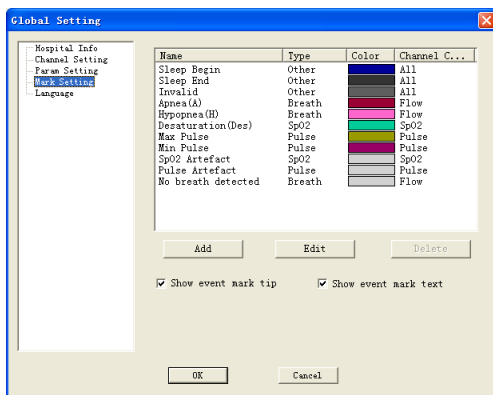

Figura 5.28
- 4) Es posible añadir, modificar y eliminar las marcas en la interfaz “Ajustes de marca”, como se muestra en la Figura 5.28.